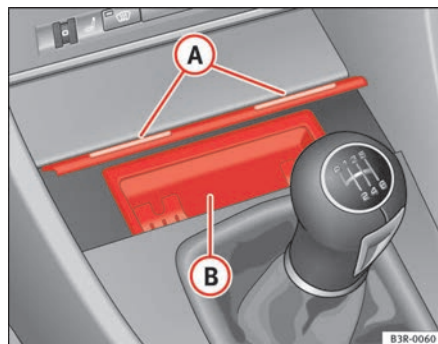

Fig. 133 Console centrale: posacenere aperto
- Premere la parte anteriore del posacenere (A) ⇒ fig. 133.
- Afferrare dai lati l'inserto del posacenere (B) ⇒ fig. 133) ed estrarlo tirandolo verso l'alto.